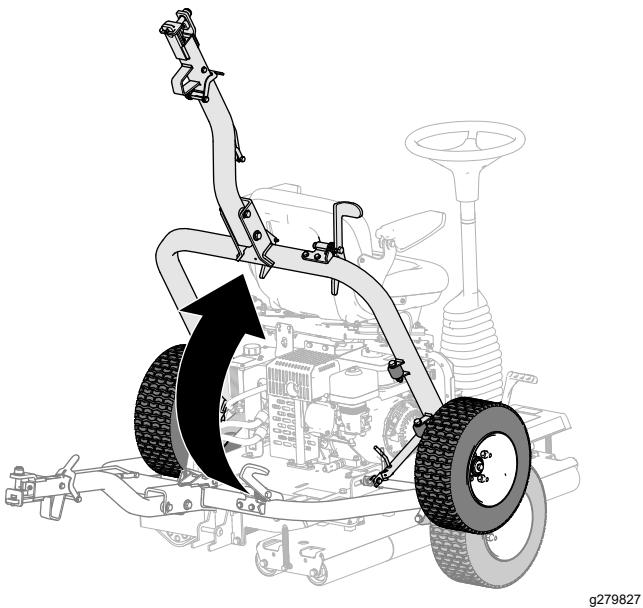

Figura 23
5. Sollevate l'attacco (Figura 23) in modo che la leva del dispositivo di fermo sia bloccata nel fermo di scorrimento (Figura 18).